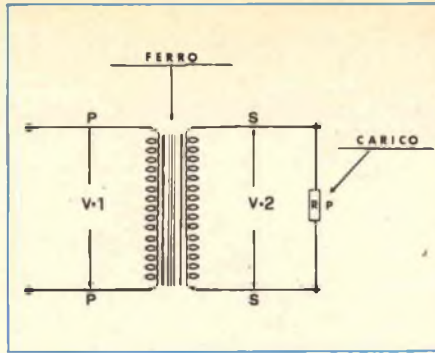
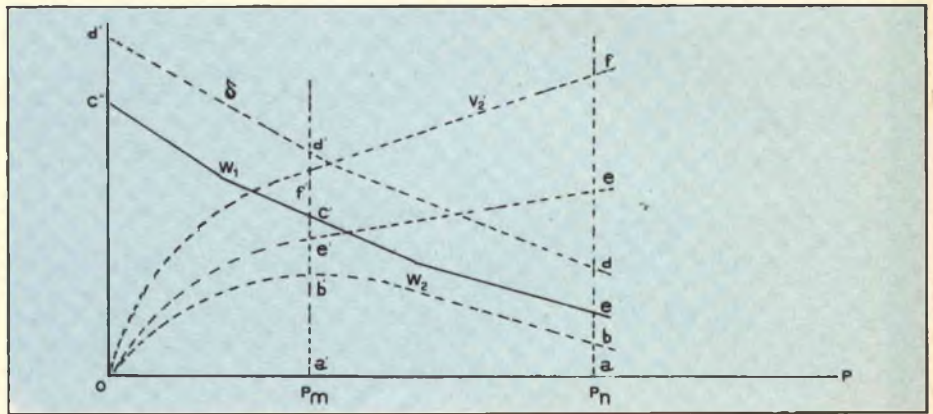

Fig. 7 -
Fig. 8 -
1) Si indica con V_1 la differenza di potenziale ai morsetti del primario P P in volt (vedi Fig. 7); essa è supposta costante ed è la tensione della rete d'alimentazione. 2) Si indica con V_2 la differenza di potenziale ai morsetti del secondario S S quando è aperto, mentre si indica con V_2' la stessa d.d.p. quando esso è chiuso sulla resistenza P. È sempre V_2' minore di V_2 e la differenza $V_2 - V_2'$ è la caduta di tensione secondaria da vuoto a carico, mentre il rapporto
11) Consideriamo lo schema di Fig. 7 e, restando costante V_1 , facciamo variare P da ∞ (funzionamento a vuoto) a zero (funzionamento in corto circuito). La Fig. 8 fornisce indicativamente le corrispondenti variazioni delle grandezze del trasformatore e cioè: la tensione V_2 va da V_2 a zero. La densità va da zero al valore massimo. Il rendimento η è zero a vuoto, poi cresce rapidamente e infine decresce lentamente per ritornare a zero. La potenza primaria W_1 va da un valore prossimo a zero a un valore massimo. La potenza secondaria W_2 va da zero a zero passando per il massimo, che chiameremo W_{2m} quando P assume un particolare valore che chiameremo " P_m ". Interessare esaminare il valore di queste varie grandezze in corrispondenza a quattro particolari valori di P e precisamente: